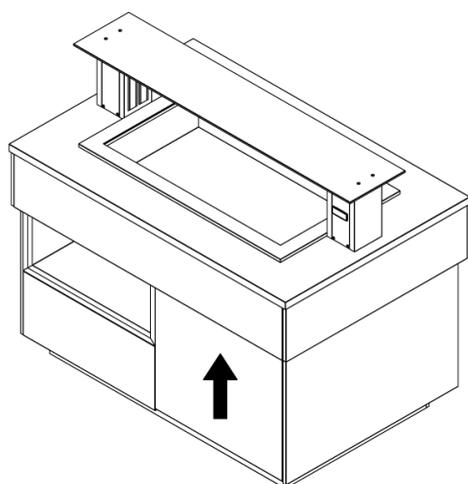

Рисунок 1
- движением вверх за нижнюю кромку приподнять быстроръемный фасад МДФ (рис. 1);